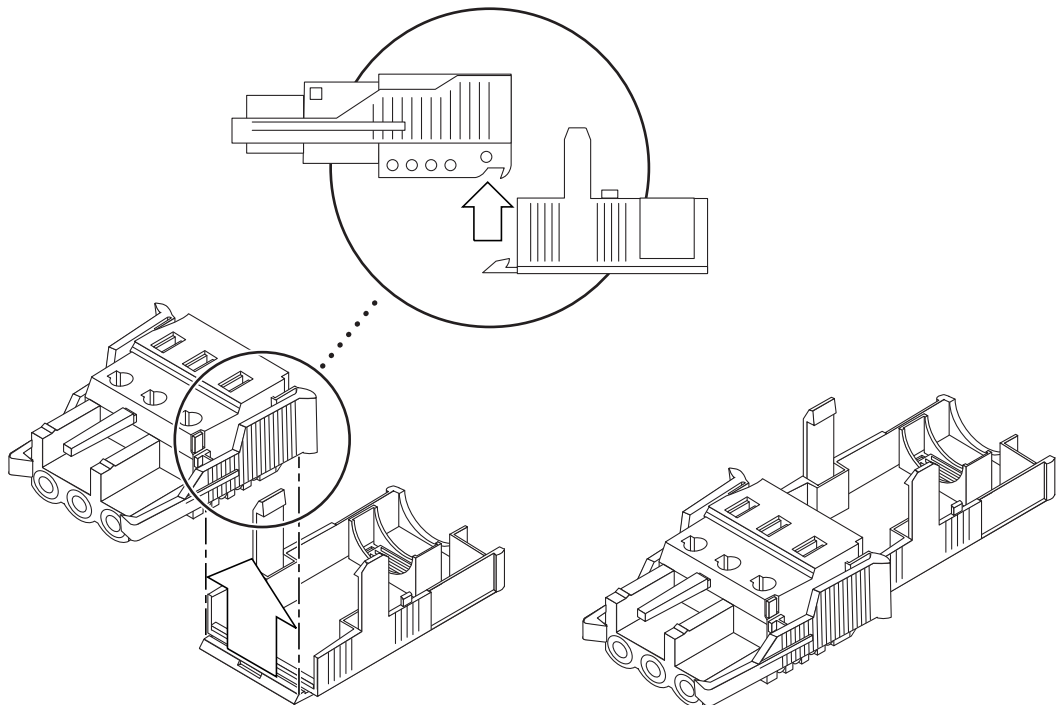

ABBILDUNG 2-9 Einsetzen des unteren Teils des Zugentlastungsgehäuses
1. Setzen Sie den unteren Teil des Zugentlastungsgehäuses so in die Kerbe am Gleichstromsteckverbinder ein, dass das Gehäuse im Steckverbinder einrastet (siehe ABBILDUNG 2-9).